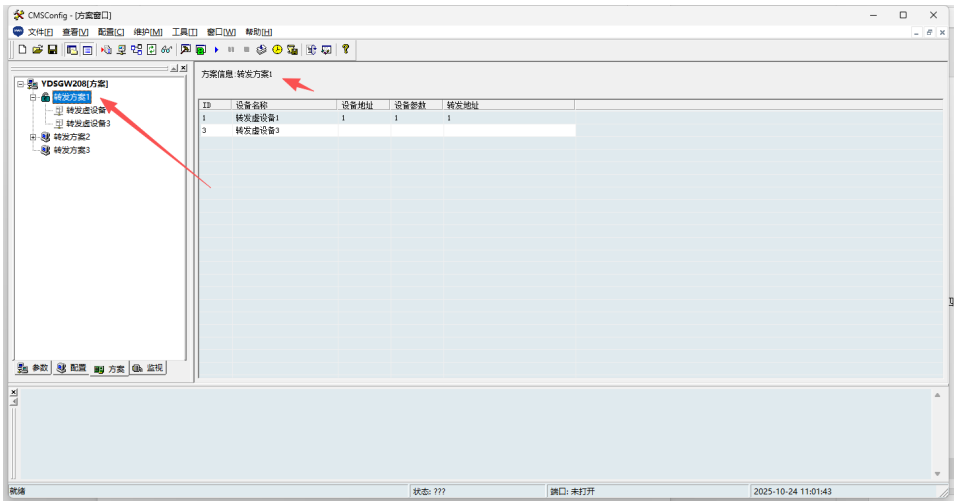

图 5-41 修改转发虚设备
- 修改转发虚设备：点击转发树的二级转发方案节点（图标），转发窗口显示转发虚设备列表，如图 5-41 所示。